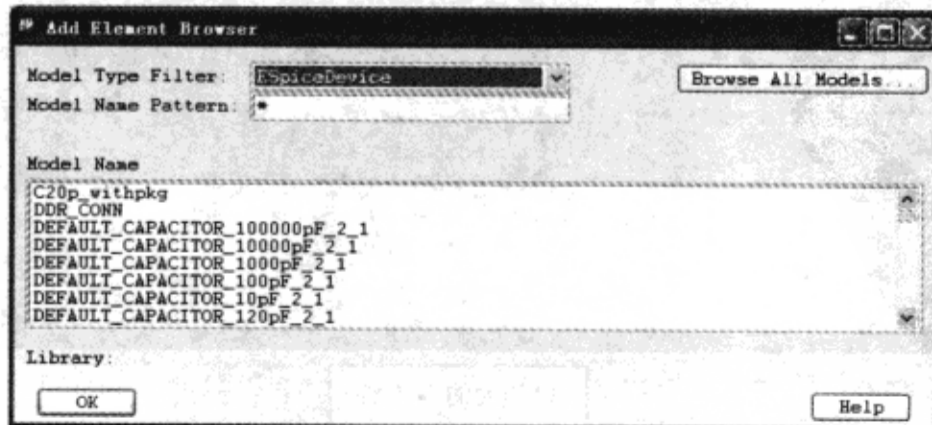

图 3-8-12 “Add Element Browser”对话框
(1) 在 SigXplorer 窗口执行菜单命令“Edit”→“Add Element...”, 打开“Add Element Browser”对话框, 如图 3-8-12 所示。